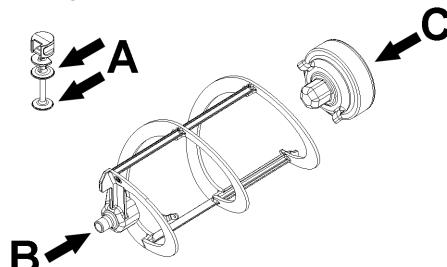
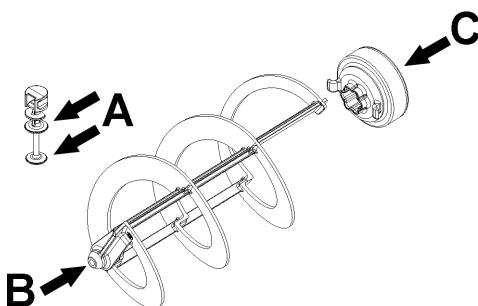

figura 9
figura 10
- 2 Lubrificar el pistón del grifo de erogación, el empalme hexagonal y el mezclador en los puntos indicados en la figura 9 (B-Frozen 6) o figura 10 (B-Frozen 10) utilizando exclusivamente la grasa que se entrega de serie con la máquina u otra grasa para uso alimentario.
- 3 Montar de nuevo el grifo de erogación en el recipiente con secuencia inversa respecto a la de la figura 9 o figura 9.